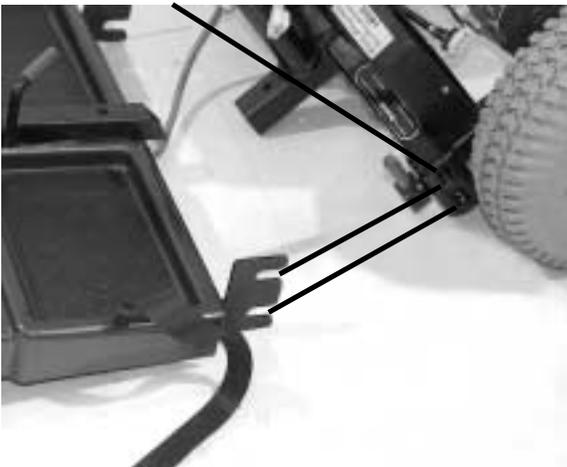

Abbildung 18. Rahmen- Verbindungsstelle
3. Bringen Sie die Rahmenteile so dicht wie möglich zusammen, so dass der Einschub und die Aufnahmen richtig zueinander liegen. <Abbildung 18>